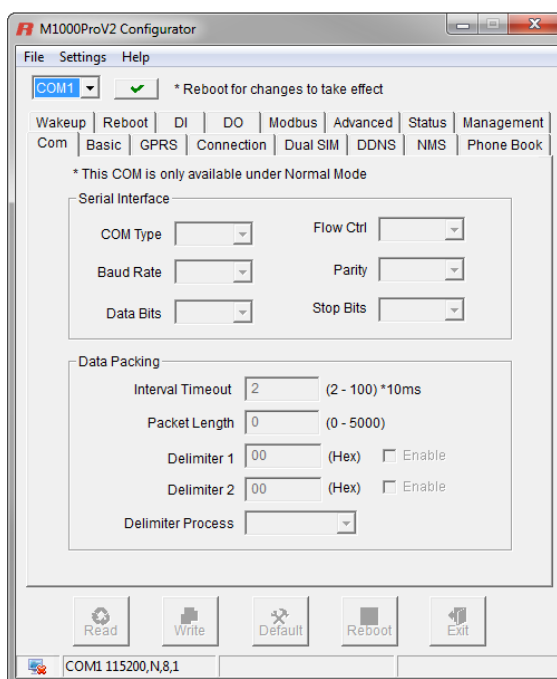

Рисунок 2 – Окно программы «M1000ProV2 Configurator»
5. Запустить программу «M1000ProV2 Configurator» (файл «M1000 Pro V2 Configurator V2.22.16.exe» в архиве) (рисунок 2).